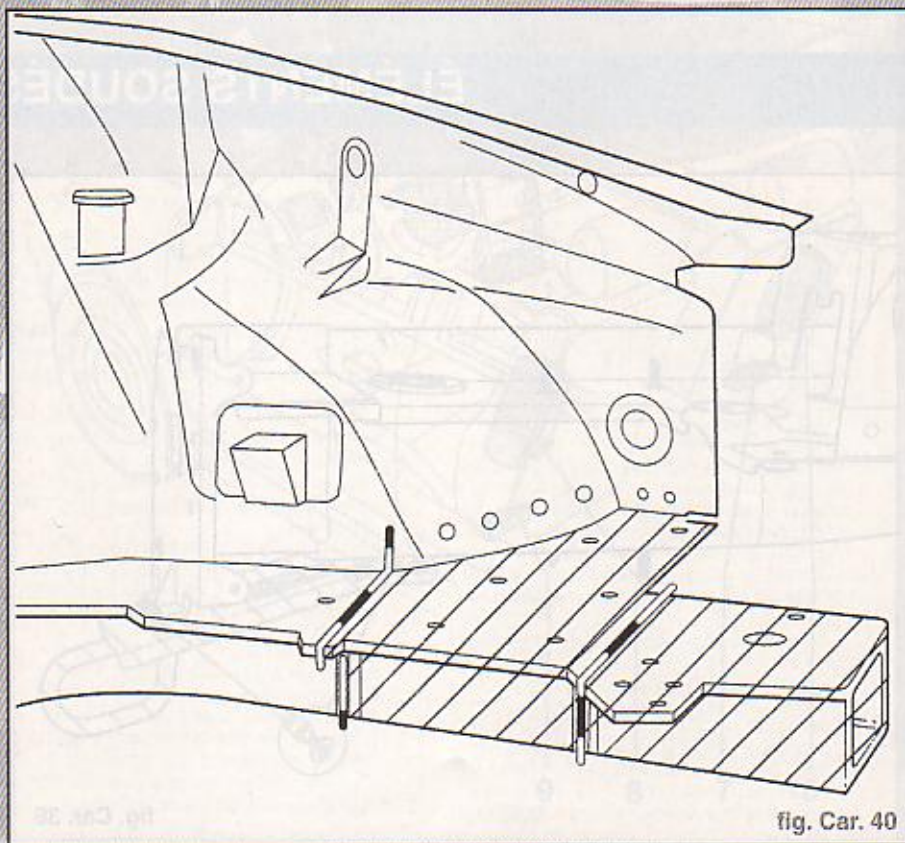

fig. Car. 40
- Tracer la ligne de coupe en fonction de la zone endommagée (fig. Car. 40)